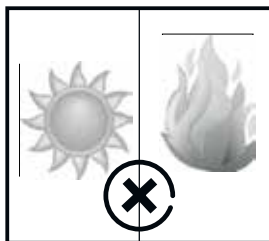

Abb. 2
- Keinen direkten Sonnenstrahlen aussetzen. Wenn auf die Scheiben Sonnenlicht prallt, wird sich das Betriebsmaß des Produkts erhöhen. Dies führt dazu, dass sich die Temperatur der Waren im Inneren erhöhen und somit ein höherer Energieverbrauch verursacht wird. (Abbildung 2)